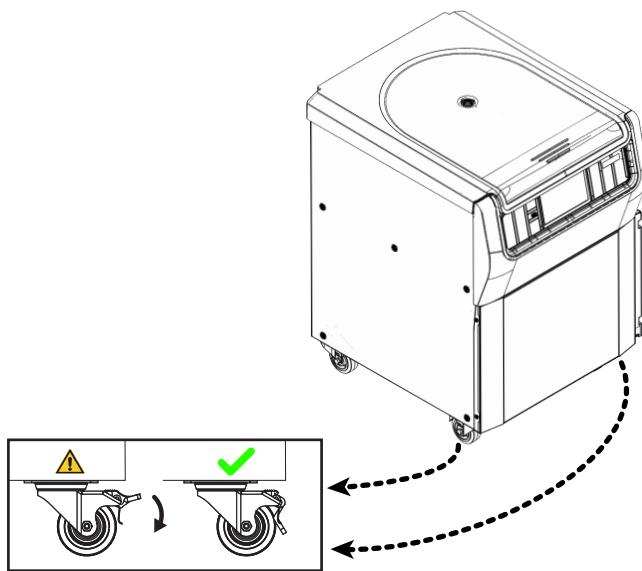

Abbildung 1-9: Laufrollen der Zentrifuge sichern
20. Zum Feststellen der Lenkrollen treten Sie wie in Abbildung 1-9 dargestellt mit dem Fuß auf den an der Vorderseite der Zentrifuge herausragenden Feststeller.